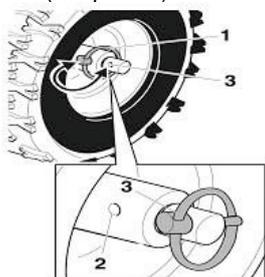

Рис. 10.
Для этого необходимо (см. рис.10):
1. Переставить фиксирующий шплинт колес (рис.10 п.1), который жестко крепит колесо на оси, во внешнее отверстие (рис.10 п.3) оси привода.
- Вставить фиксирующий шплинт колеса (рис.10 п.1) в отверстие (рис.10 п. 2).